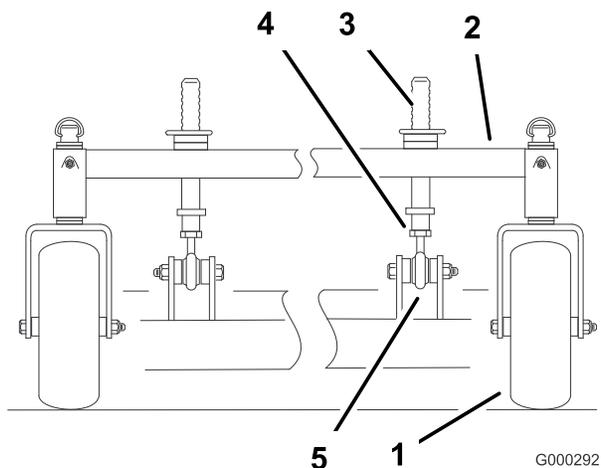

Figura 75
1. Para cambiar la inclinación longitudinal, pueden ajustarse los pilares delanteros de ajuste de altura de corte (Figura 75).
- Para elevar la parte delantera de la plataforma, afloje la contratuerca y haga girar el pilar delantero en el sentido de las agujas del reloj (Figura 75).
- Para bajar la parte delantera de la plataforma, afloje la contratuerca y haga girar el pilar delantero en el sentido contrario de las agujas del reloj (Figura 75).
- Apriete las contratuercas (Figura 75).